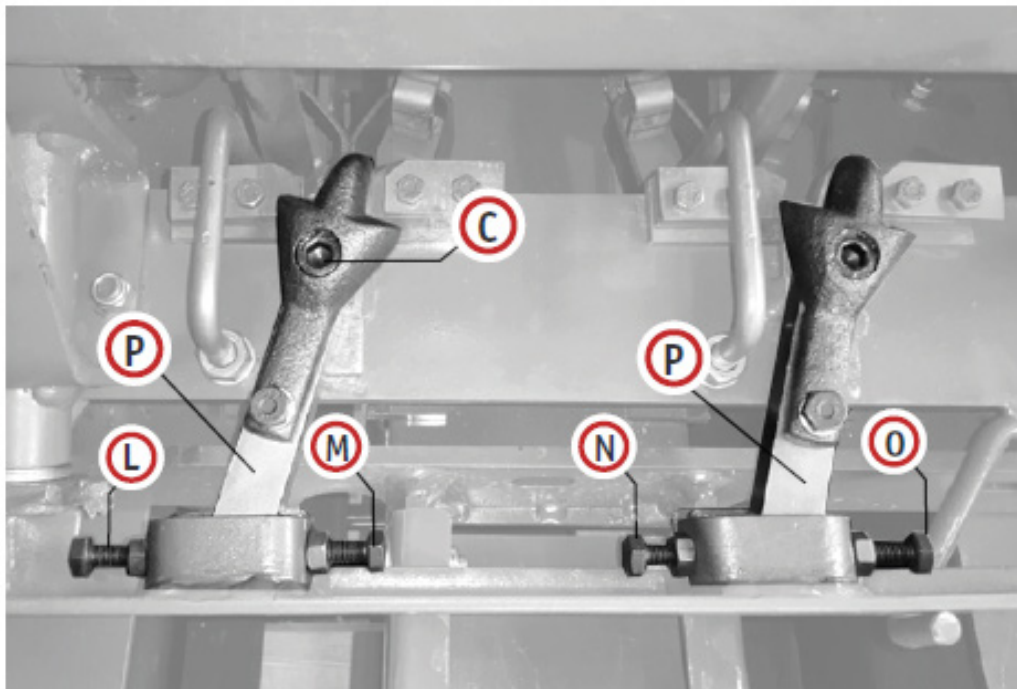

Fig.32
Pernos (M) y (O) para corregir la envoltura a la derecha (Fig. 32);